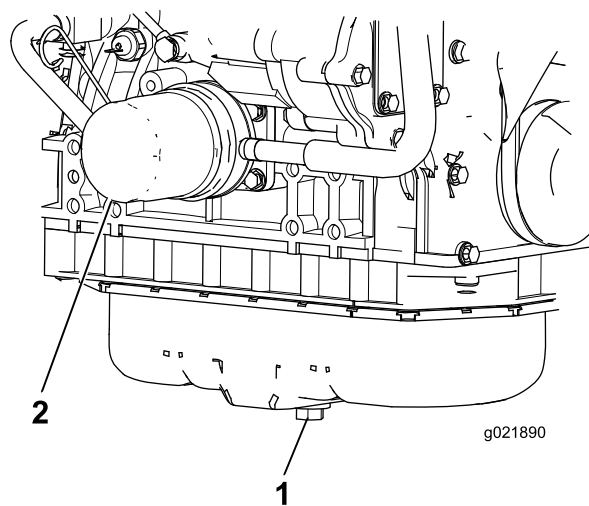

Figure 84
1. Retirez le bouchon de vidange et faites couler l'huile dans un bac de vidange (Figure 84).
3. Déposez le filtre à huile (Figure 84).